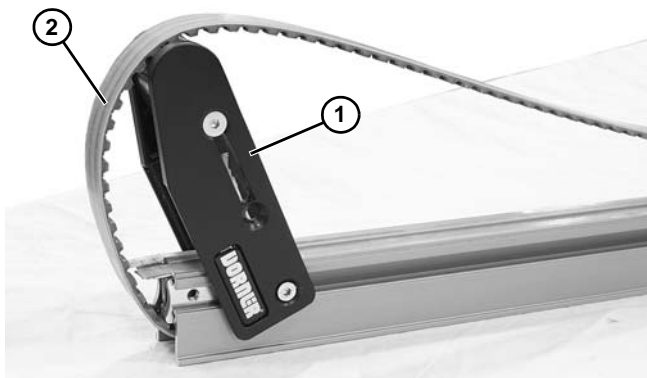

Figura 49
2. Incline el conjunto de la placa del cabezal (Figura 49, artículo 1) y quite la banda (Figura 49, artículo 2).